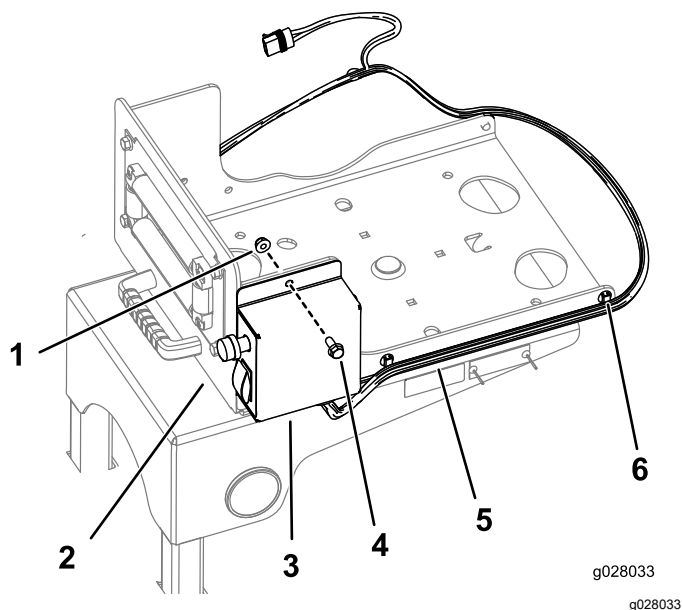

Рисунок 21
3. Установите распределительную коробку на поворотную пластину с помощью 2 болтов (5/16-18 x 1/4 дюйма) и 2 фланцевых гаек (5/16-18 дюймов), как показано на Рисунок 21.
4. Прикрепите жгут проводки к боковым частям поворотной пластины с помощью имеющихся зажимов (Рисунок 21).